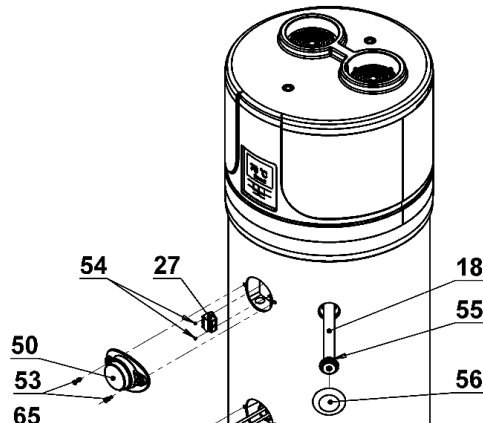

Fig. 14
### 10.1. Restablecimiento del termostato de seguridad 27 (Fig.14)
- Retire la tapa superior desatornillando los tornillos de retención s (Fig. 14);
- Presione el botón del termostato de seguridad manualmente hasta que se produzca el sonido correspondiente (Fig. 14).
#### 10.4. Ánodos de magnesio 18. (Fig. 14)